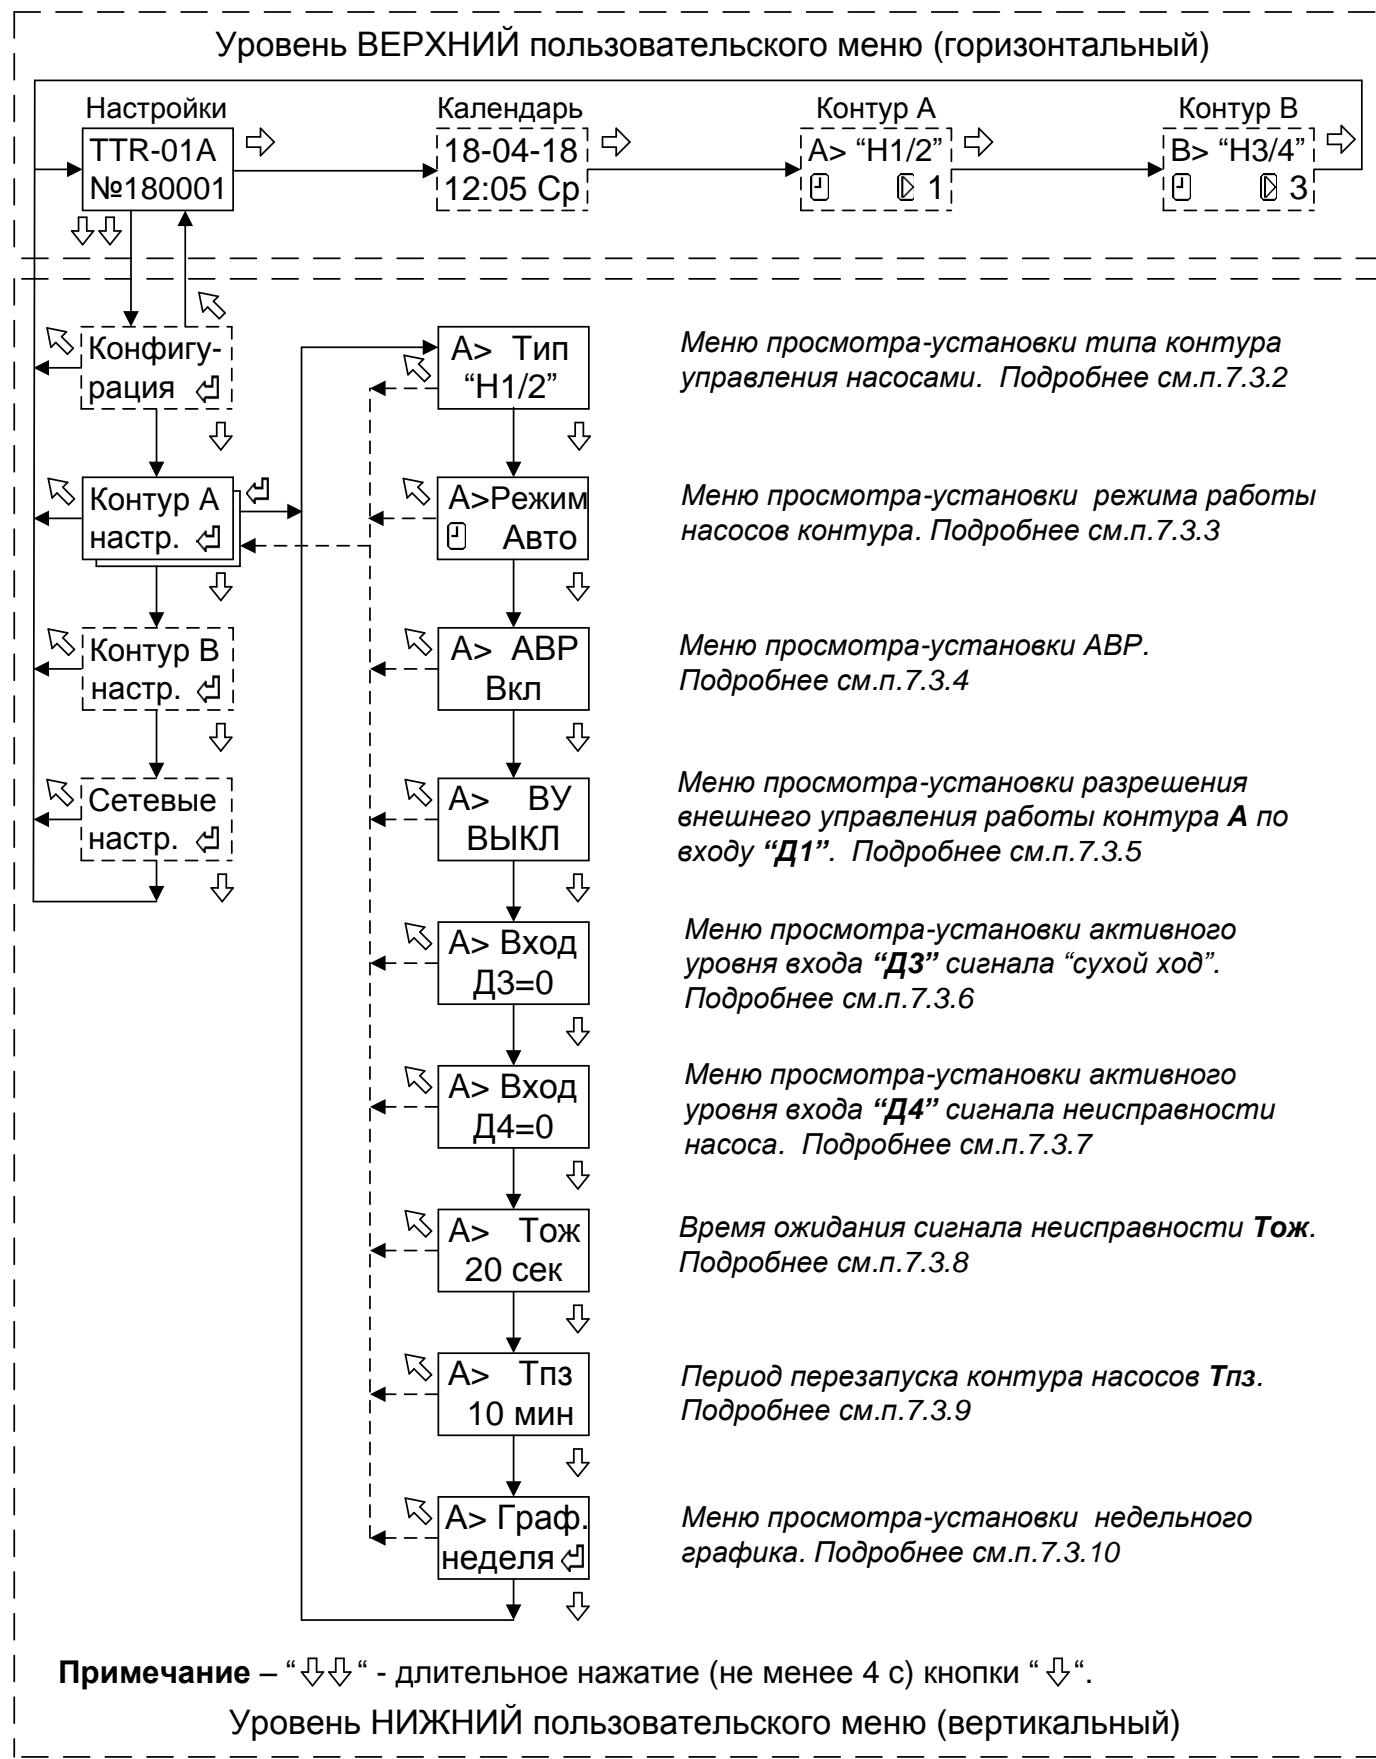

Рисунок 5 - Структура меню настройки параметров управления насосами контура А.
7.3.5 Вход в меню просмотра-установки параметра **ВУ** разрешения внешнего управления работы контура насосов производится при нажатии кнопки “ $\leftarrow\rightleftharpoons$ ” (см. рисунок 5 и 6). Внешний вид окна меню приведён ниже.
7.3.6 Вход в меню просмотра-установки параметра активного уровня сигнала от датчиков по входу “**Д3**”...“**Д6**” производится при нажатии кнопки “ $\leftarrow\rightleftharpoons$ ” (см. рисунок 5 и 6).
7.3.7 Вход в меню просмотра-установки параметра времени ожидания сигнала неисправности **Тож** производится при нажатии кнопки “” (см. рисунок 5 и 6).
7.3.8 Вход в меню просмотра-установки параметра периода перезапуска **Тпз** контура насосов производится при нажатии кнопки “” (см. рисунок 5 и 6).
7.4.1 Вход в меню просмотра-установки временного графика работы насосов контура производится при нажатии кнопки “” (см. рисунок 5 и 6).